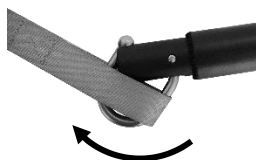

Fig. 1.7A
- (1) Hygiejnisk set kan krogen åbnes/lukkes uden at hænder rører krogen, bare placer slyngestroppen rundt om krogen og træk remmen mod dig selv (Fig. 1.7A).